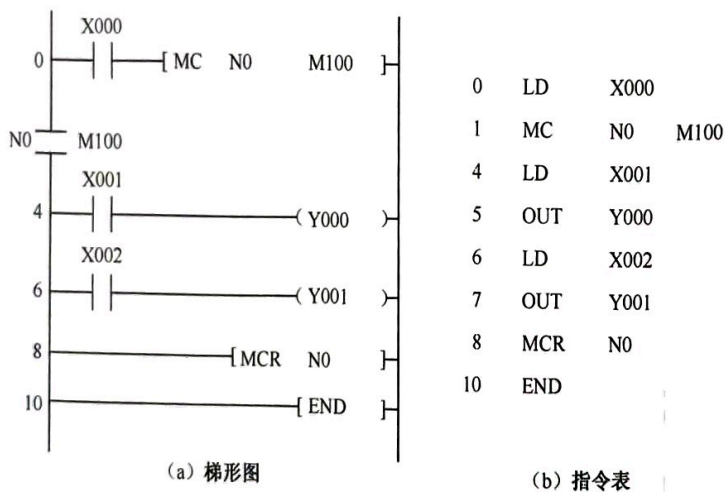

图 3-66 主控指令举例
在图 3-66 中, 当 X0 闭合时, 执行主控指令 MC 到 MCR 的程序。
(1) 在图 3-66 所示的程序中, 输入 X0 闭合时, 执行 MC 与 MCR 之间的指令。如果 X0 输入为断开状态, 则根据不同的情况形成不同的形式。